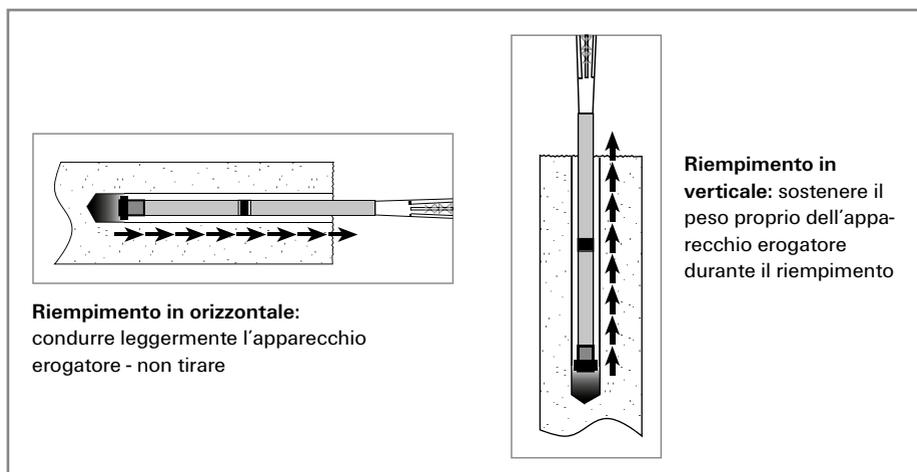

Fig. 8: Erogazione uniforme dell'ancorante senza formazione di bolle.
- Durante il riempimento condurre la pistola seguendo la spinta della bocchetta di iniezione - non tirare (fig. 8).